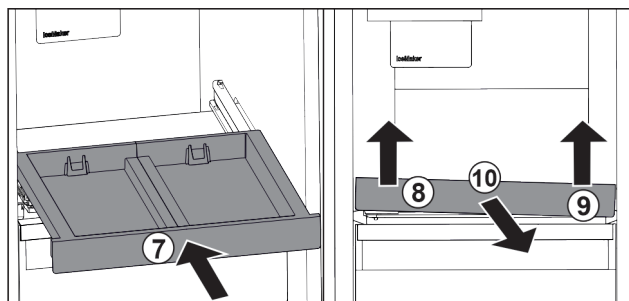

Fig. 96
- Zasuňte vyťahovaciu poličku. Fig. 96 (7)
- Nadvihnite vyťahovaciu poličku vpredu vľavo. Fig. 96 (8)
- Nadvihnite vyťahovaciu poličku vpredu vpravo. Fig. 96 (9)
- Odoberte vyťahovaciu poličku dopredu. Fig. 96 (10)